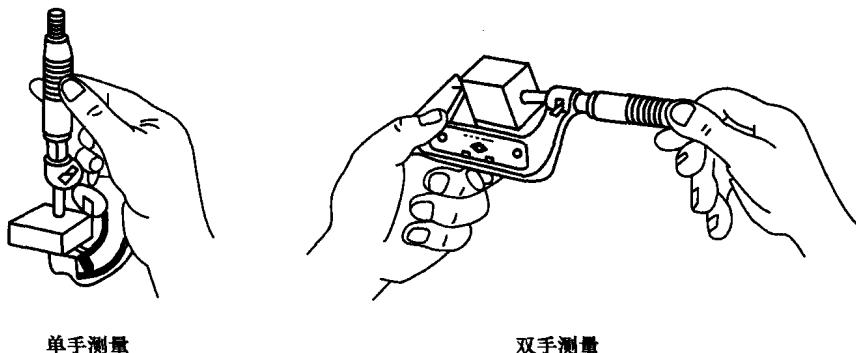

图 1-8 千分尺的使用方法
- ① 测量前应检查零位的准确性。
- ② 测量时，千分尺的测量面和工件的被测量表面应擦拭干净，以保证测量正确。
- ③ 可单手或双手握持千分尺对工件进行测量，如图1-8所示。单手测量时旋转力要适